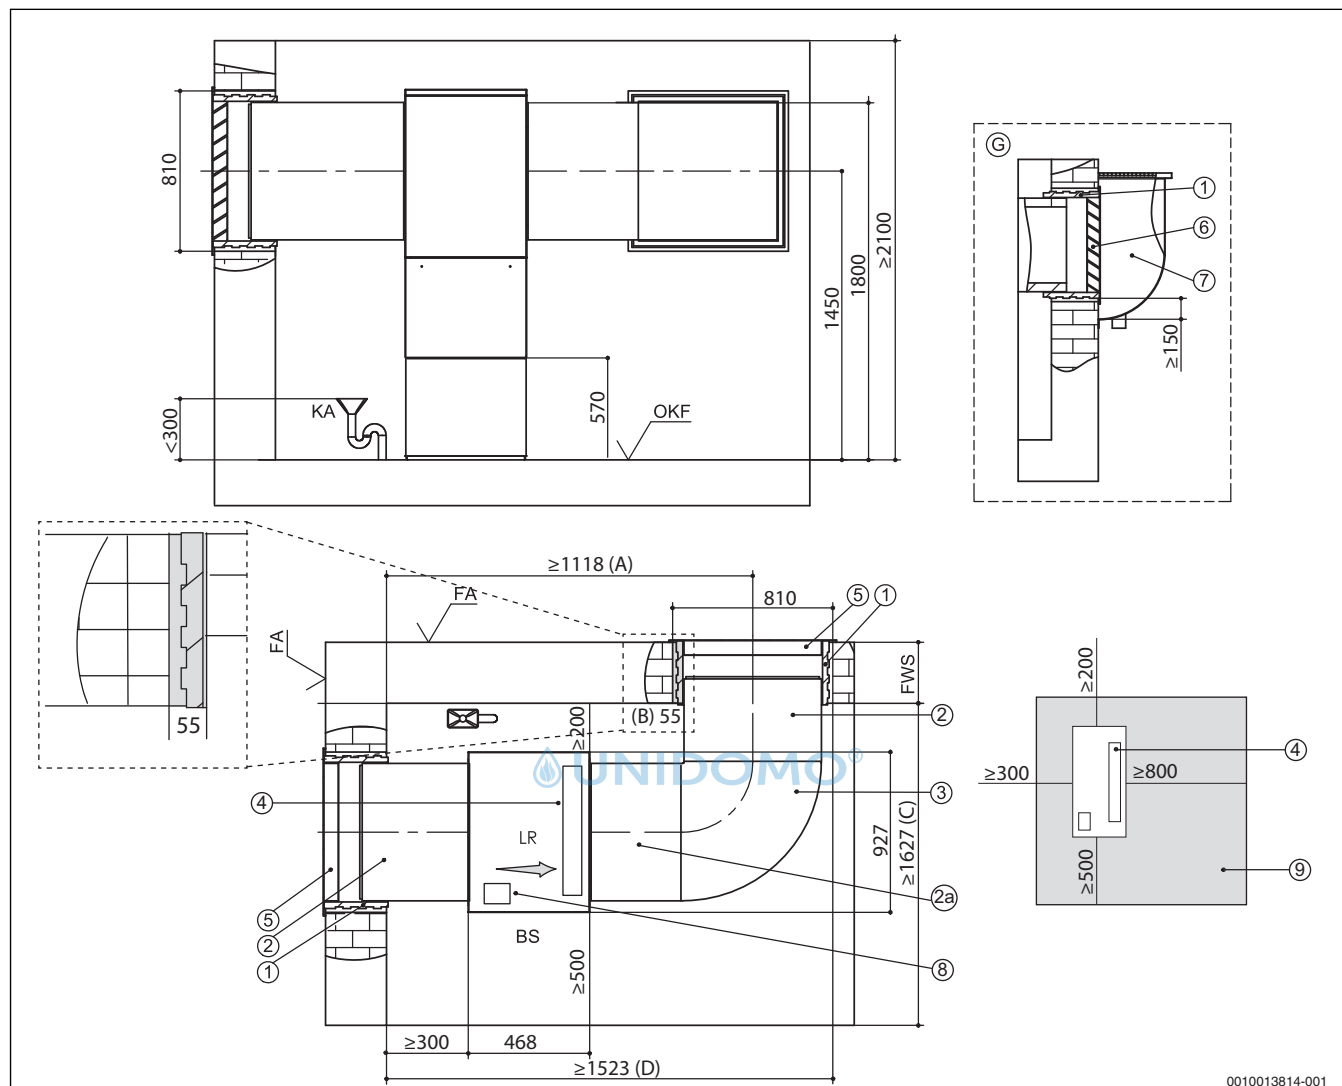
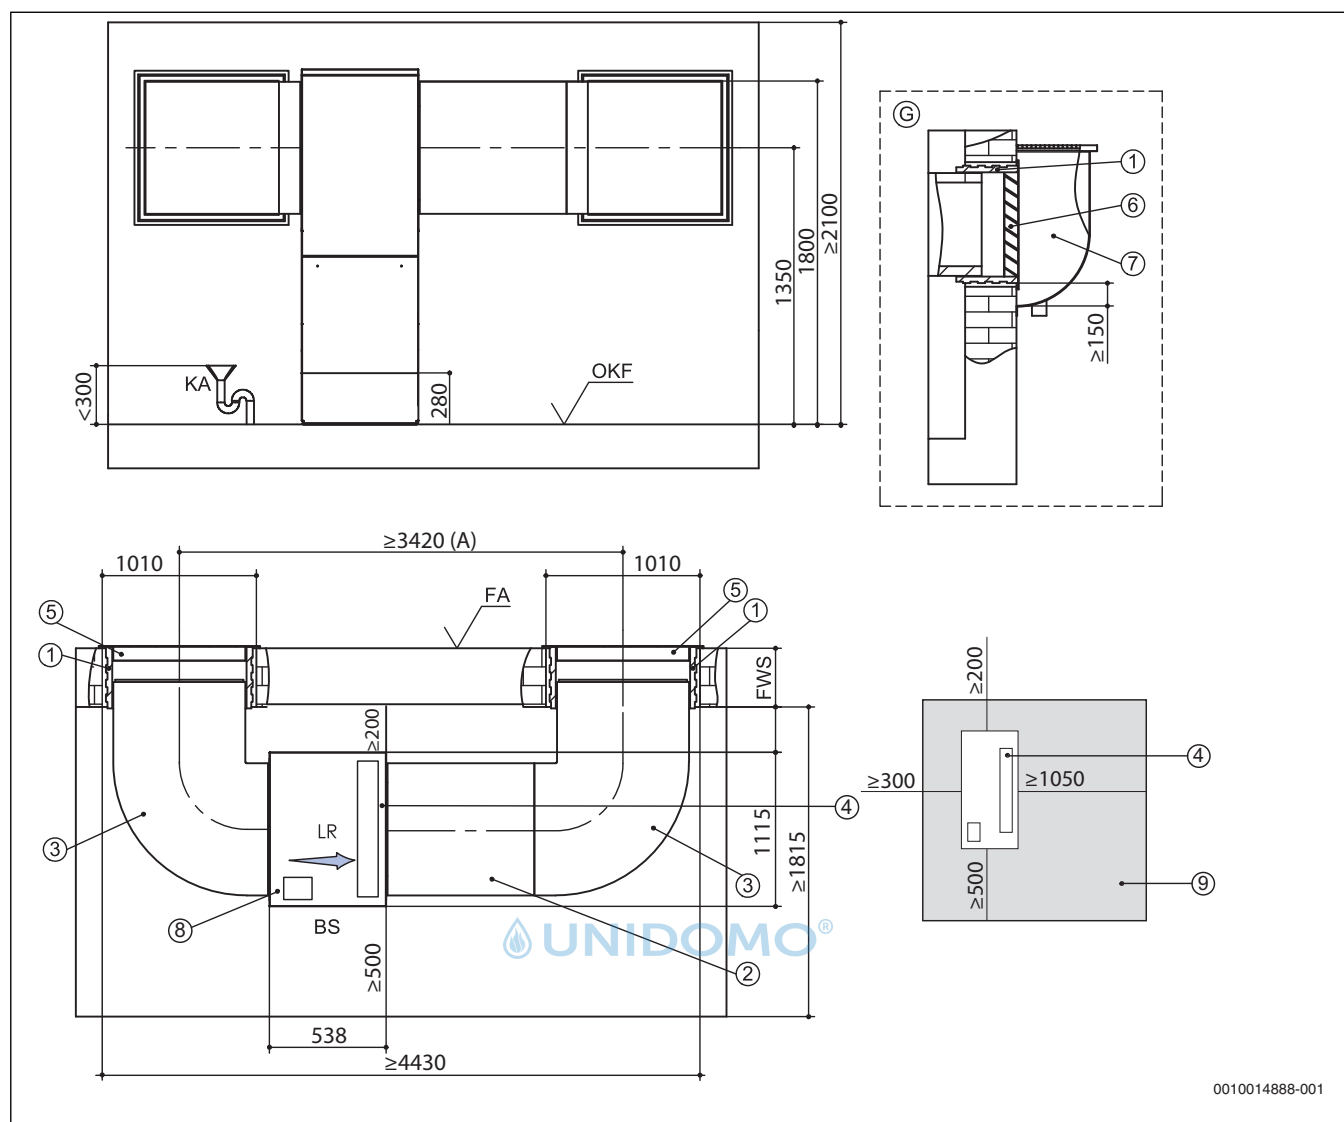

Bild 7 Aufstellplan Luftkanalsystem 700 für WLW196i-6/8 IR (alle Maße in mm)
Bild 8 Aufstellplan Luftkanalsystem 900 für WLW196i-11/14 IR (alle Maße in mm)
- 1450 mm für Wärmepumpen mit 6/8 kW (→ Bild 7, Seite 6)
- 1350 mm für Wärmepumpen mit 11/14 kW (→ Bild 8, Seite 7)
Im Aufstellraum muss ein Kondensatablauf vorhanden sein. Die Höhe des Anschlusses ist in den Aufstellplänen eingetragen ($\rightarrow$ Bild 7, Seite 6 und Bild 8, Seite 7).